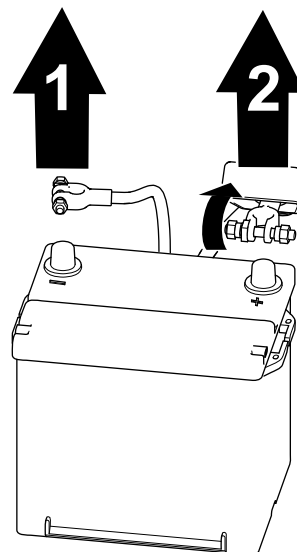

Figura 58
1. Retire el cable negativo del borne de la batería (Figura 58).
2. Levante el aislante y retire el cable positivo del borne de la batería (Figura 58).